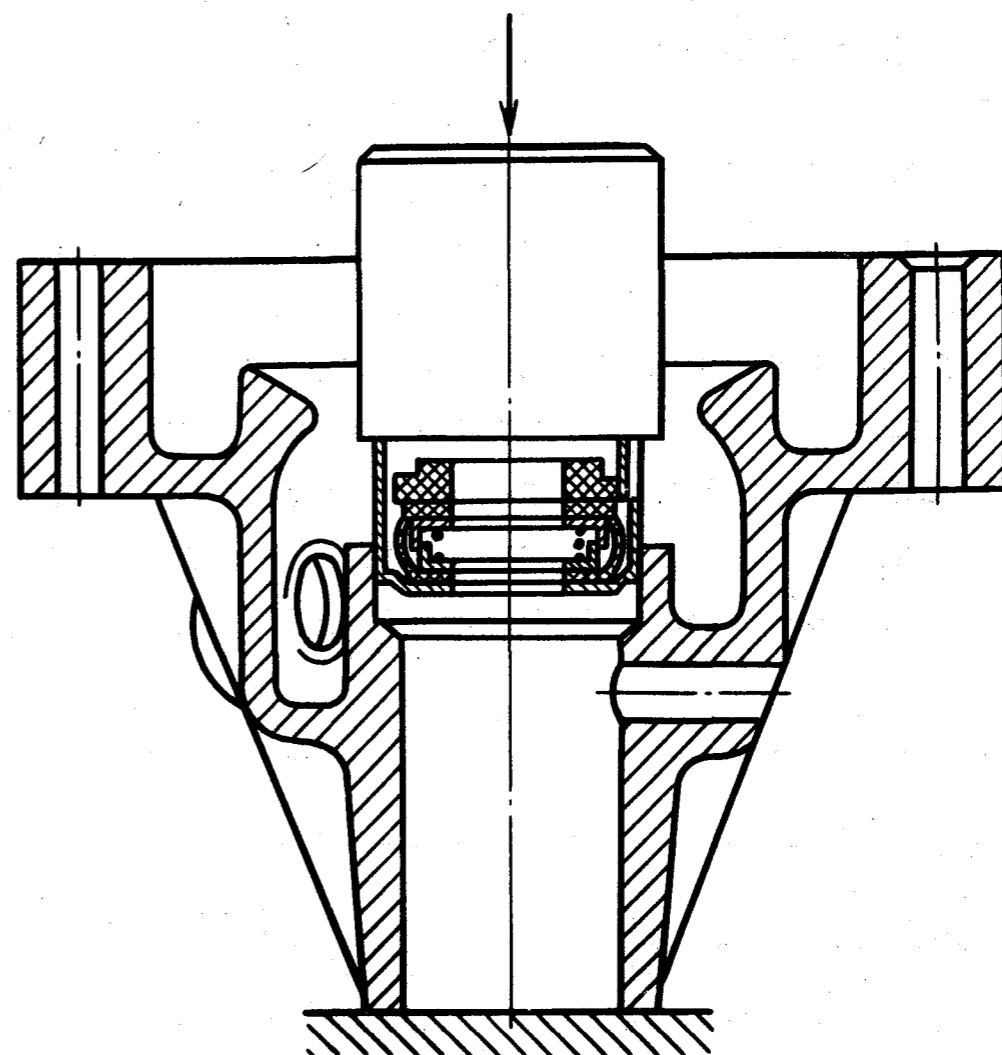

Рис. 74. Запрессовка сальника
- с помощью оправки установить сальник, не допуская перекоса, в корпус насоса (рис. 74);